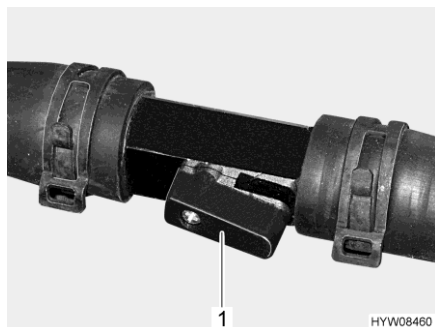

Bild 179 Avstängningsventil (öppen)
- Ställ spaken (Bild 179,1) parallellt med rörledningen (Bild 179). Ju mer man öppnar avstängningsventilen desto högre blir värmeeffekten.
- Ställ spaken (Bild 179,1) vinkelrät med rörledningen. För värmekretsloppet används en kringgående ledning.